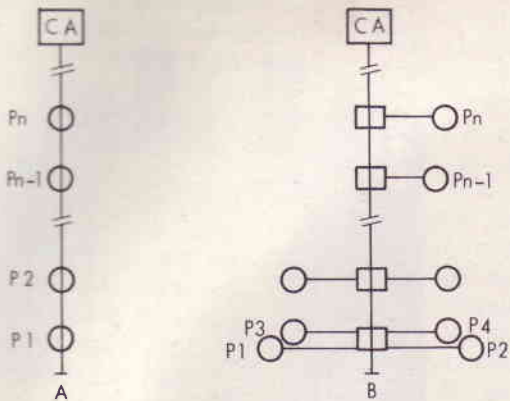

Fig. 11.2 - Reti di distribuzione: a cascata (A), in derivazione (B) e mista (C).
- 3 - distribuzione mista (cascata e derivazione), come schematizzate nella Fig. 11.2 rispettivamente con le sigle A, B e C.